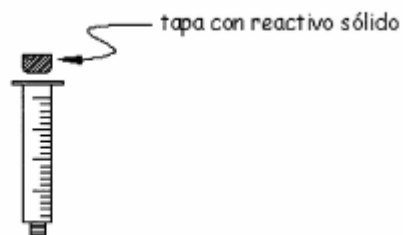

Figura 4
6. Deposita en la superficie del agua la tapa que contiene el reactivo sólido (Figura 4).